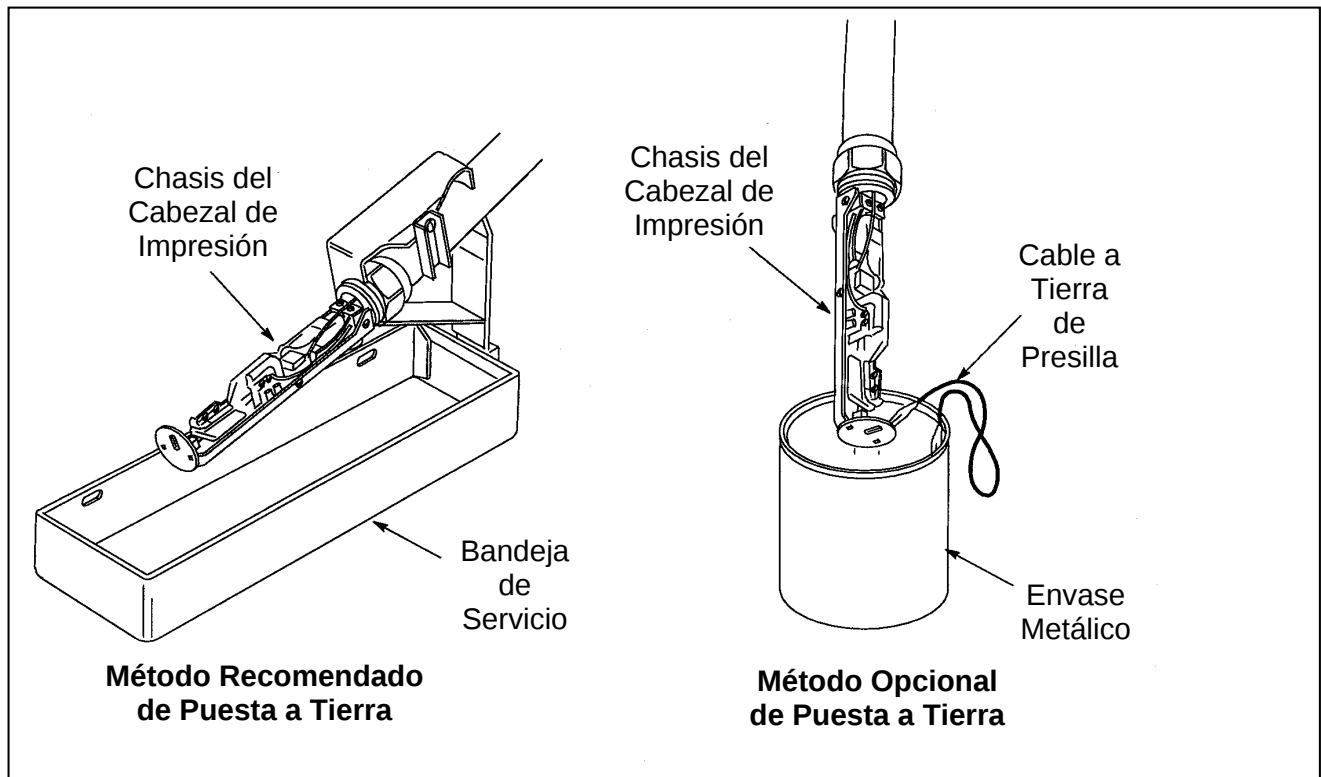

Figura 6-7. Métodos para Conexión a Tierra
6. Conecte el cabezal de impresión a tierra. (Vea la Figura 6-7 para conocer los dos métodos de conectar a tierra).